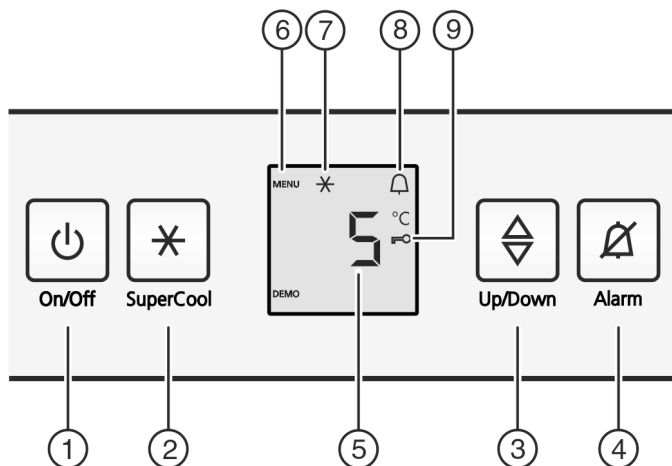

Fig. 2
- ▶ Stiskněte tlačítko On/Off Fig. 2 (1).
- ▶ Stiskněte tlačítko SuperCool Fig. 2 (2) asi na 5 sekund.
- ▶ Na displeji se zobrazí Symbol menu Fig. 2 (6).
- ▶ Potvrďte krátce tlačítkem SuperCool Fig. 2 (2).
- ▶ Na displeji svítí Symbol dětské pojistky Fig. 2 (9).
- ▶ Stiskněte krátce tlačítko On/Off Fig. 2 (1).
- ▶ Stiskněte tlačítko Alarm Fig. 2 (4).
- ▶ Vyzvolání funkce teploty: Stiskněte seřizovací tlačítko Fig. 2 (3).
- ▶ Změna teploty v krocích po 1 °C: Seřizovací tlačítko Fig. 2 (3) stiskněte tolikrát, až na ukazateli teploty svítí požadovaná teplota.